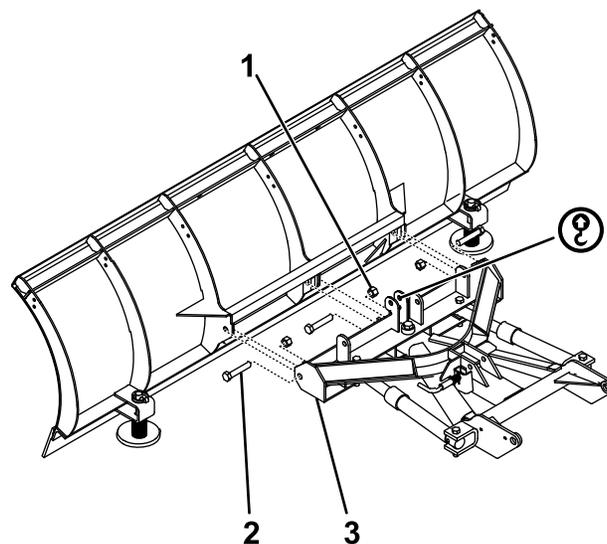

Bild 4
1. Befestigen Sie die Vorderseite des Schubrahmens mit drei Schrauben ($\frac{3}{4}$ " und selbstverriegelnden Muttern am Schneeschild (**Bild 4**).